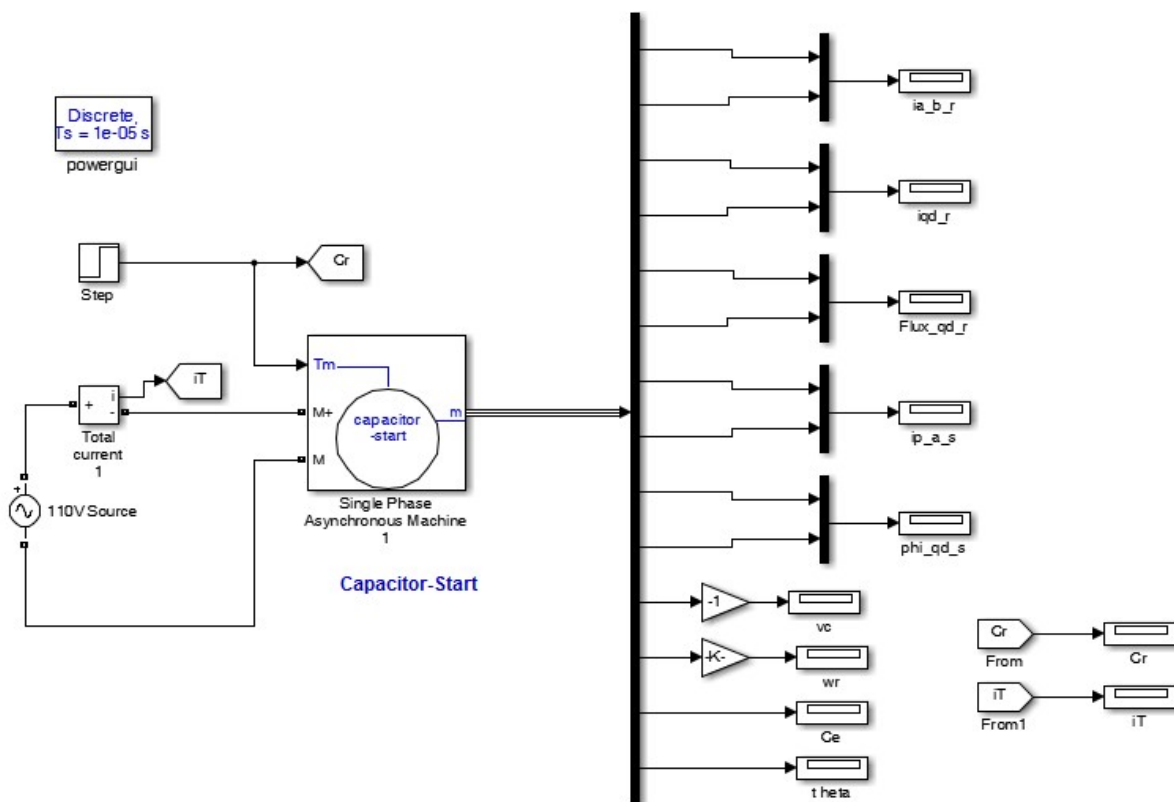

fig.1
On va réaliser deux montages relatifs au moteur monophasé à cage, le premier avec une capacité de démarrage, le deuxième avec une capacité de démarrage en plus d'une capacité permanente en série avec le bobinage auxiliaire (figures 1 et 2).
- **Réalisation du montage de la figure 1.**